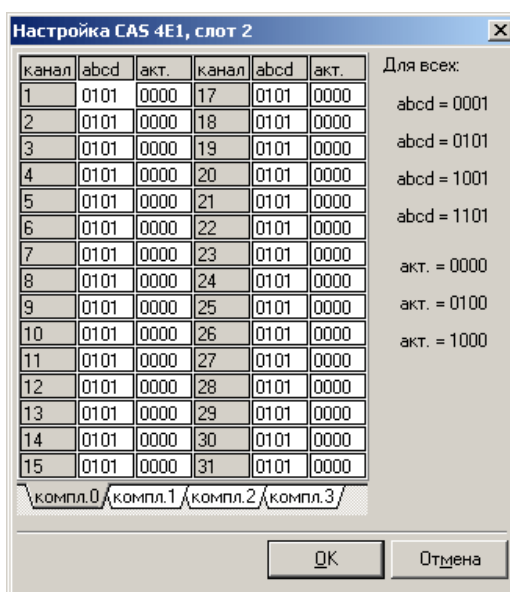

Рисунок 23
- щелкнуть правой кнопкой мыши на изображении нужной платы 4E1, 1/2DSL (2DSL2), 4ToP или 4И15 и выбрать из контекстного меню пункт «*биты сигнализации*», после чего появится окно, позволяющее настроить сигнальные биты выделенного(ых) сигнального(ых) канала(ов) для потока(ов) E1/ИКМ15/DSL данной платы (рис. 23);